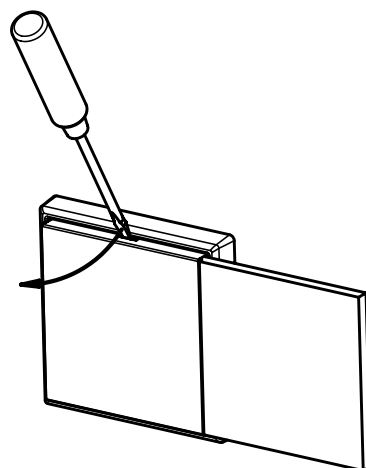

Abb. 4
- Abb. 4: Öffnen LED-Lichtsignal Hinweis
- Abb. 4: Open the LED info sign